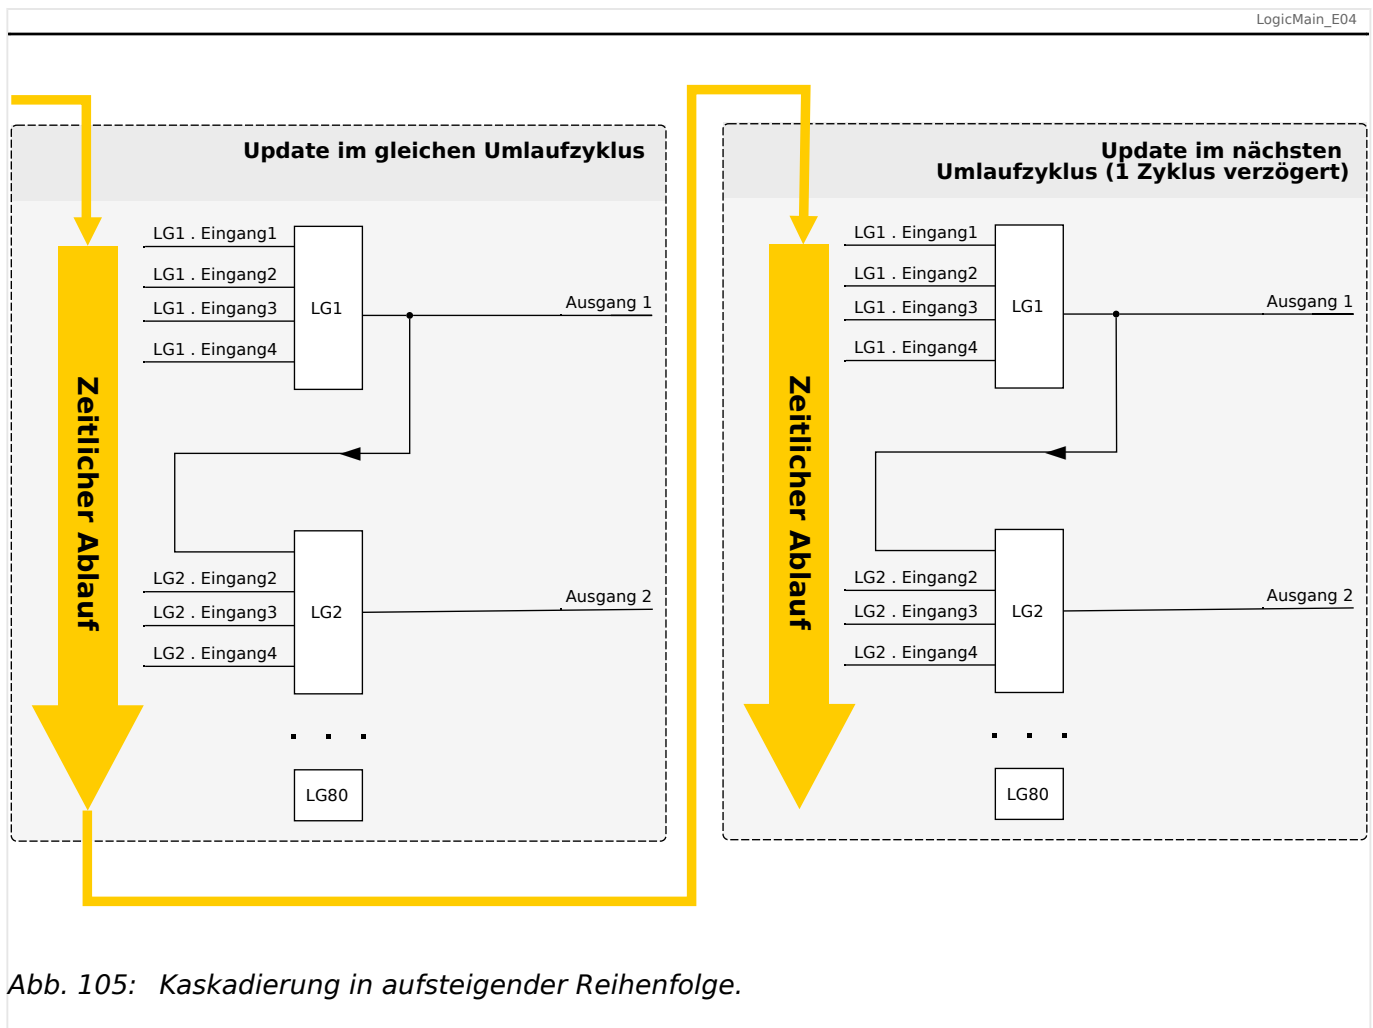
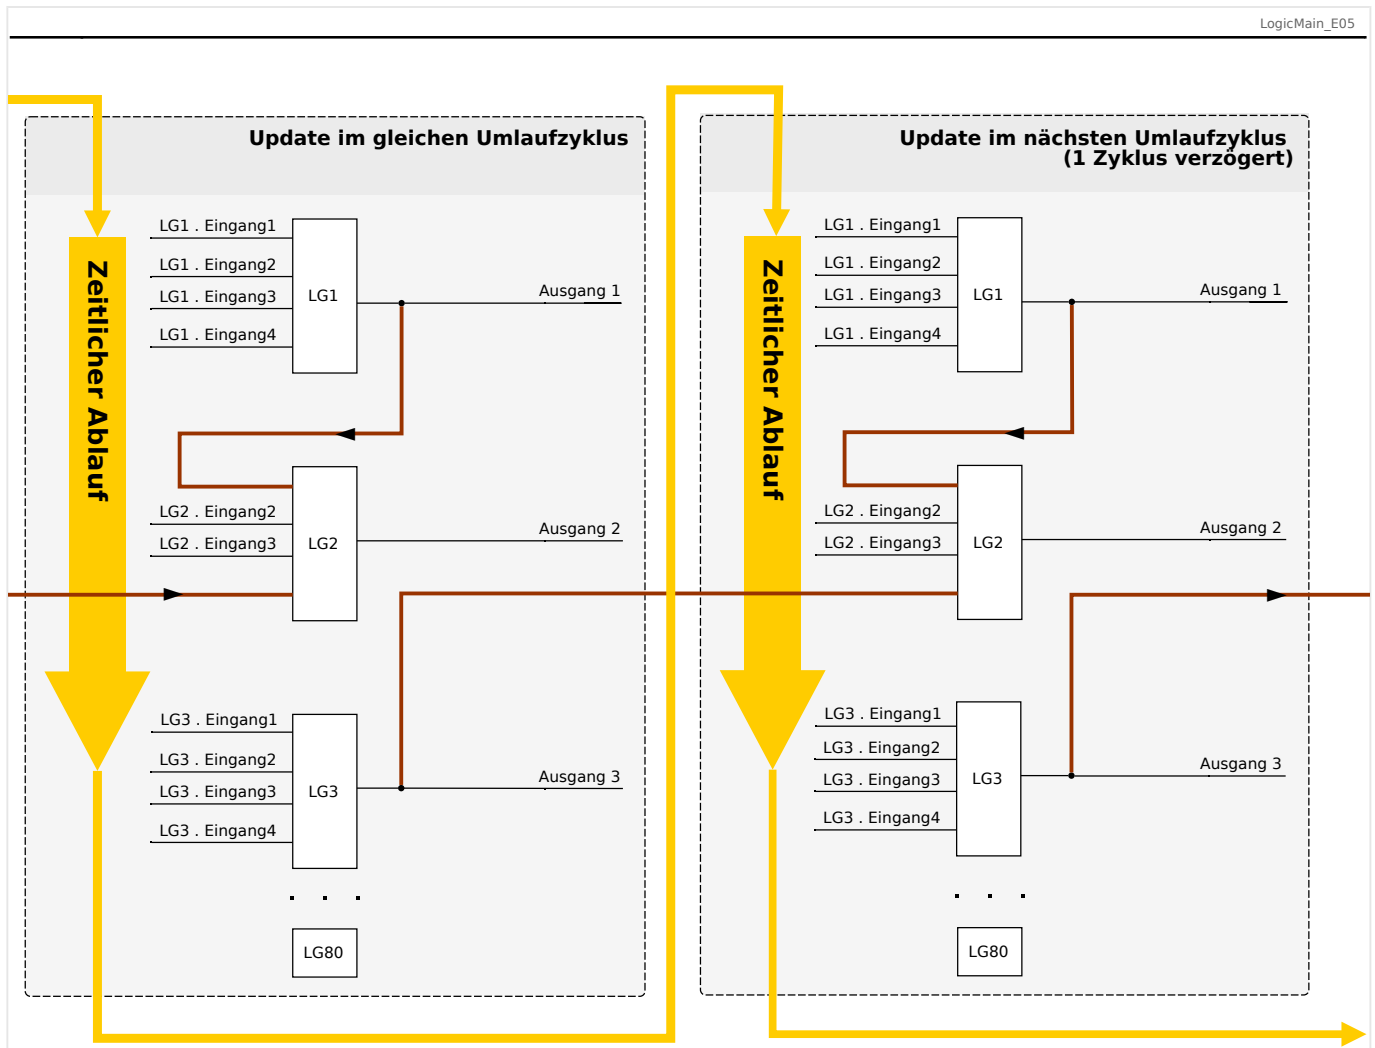

Abb. 105: Kaskadierung in aufsteigender Reihenfolge.
Abb. 106: Kaskadierung in absteigender Reihenfolge.
- Kaskadierung in **aufsteigender** Reihenfolge bedeutet, dass der Ausgang einer Logikgleichung auf den Eingang einer Logikgleichung mit **höherer** Nummer rangiert wird. Das Diagramm  Abb. 105 weiter unten zeigt ein Beispiel, bei dem der Ausgang von LG1 auf einen Eingang von LG2 rangiert wird.
- Kaskadierung in **absteigender** Reihenfolge bedeutet, dass der Ausgang einer Logikgleichung auf den Eingang einer Logikgleichung mit **niedrigerer** Nummer rangiert wird. Das Diagramm  Abb. 106 zeigt ein Beispiel, bei dem der Ausgang von LG3 auf einen Eingang von LG2 rangiert wird.
Bei der Konfiguration des Schutzgerätes bestehen keinerlei Einschränkungen oder Unterschiede zwischen aufsteigender und absteigender Reihenfolge. Da allerdings während der Laufzeit des MRDT4 die Logikgleichungen in aufsteigender Reihenfolge ausgewertet werden, haben die resultierenden Ausgangswerte, die am Eingang der Logikgleichung anstehen, ein unterschiedliches „Alter“, wie in  Abb. 105 und  Abb. 106 veranschaulicht wird.
Das in Abb. 106 gezeigte Beispiel zeigt eine Konfiguration von „Logikgleichung 2“, die den Ausgang von zwei weiteren Logikgleichungen, „Logikgleichung 1“ und „Logikgleichung 3“, als Eingangszustände verwendet. Hierbei ist der Ausgang von „Logikgleichung 1“ in aufsteigender Reihenfolge verwendet, sodass der Wert in jeweils demselben Prozesszyklus ermittelt wird. Der Ausgang von „Logikgleichung 3“ wird in absteigender Reihenfolge verwendet, sodass der Wert in dem jeweils vorherigen Prozesszyklus ermittelt wurde.